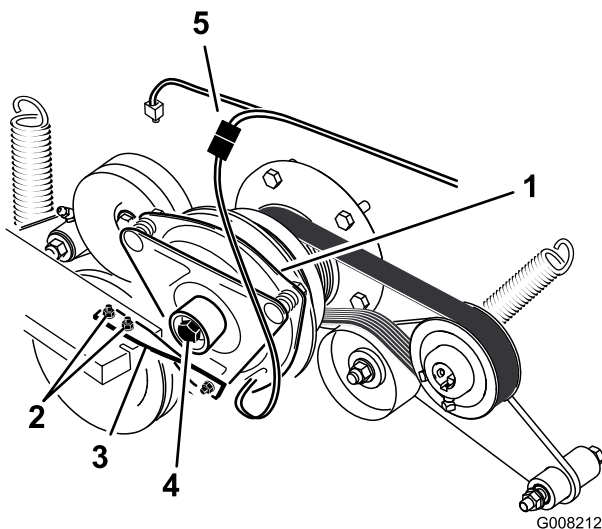

Figure 58
6. Débranchez la connexion électrique de l'embrayage (Figure 58).
7. Déposez les 2 boulons qui fixent la barrette d'embrayage en caoutchouc au cadre du plateau de coupe (Figure 58).
8. Déposez le boulon central de fixation de l'embrayage à l'arbre du moteur, et déposez l'embrayage et la clavette (Figure 58).
15. Tout en maintenant le vilebrequin à l'arrière de la machine, posez le boulon central et serrez-le à 68 N·m (Figure 58).
16. Fixez la barrette d'embrayage en caoutchouc sur le cadre du plateau de coupe au moyen des 2 boulons et écrous retirés précédemment (Figure 58).
18. Branchez la connexion électrique de l'embrayage (Figure 58).